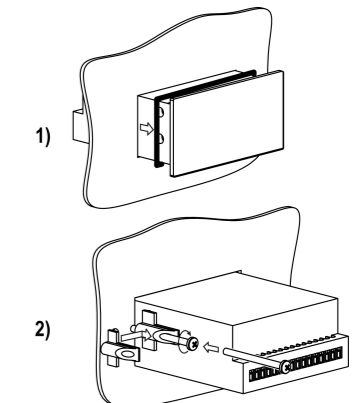

Рисунок 7 – Монтаж прибора щитового крепления
1. Подготовить на щите управления монтажный вырез для установки прибора (см. рисунок 7).